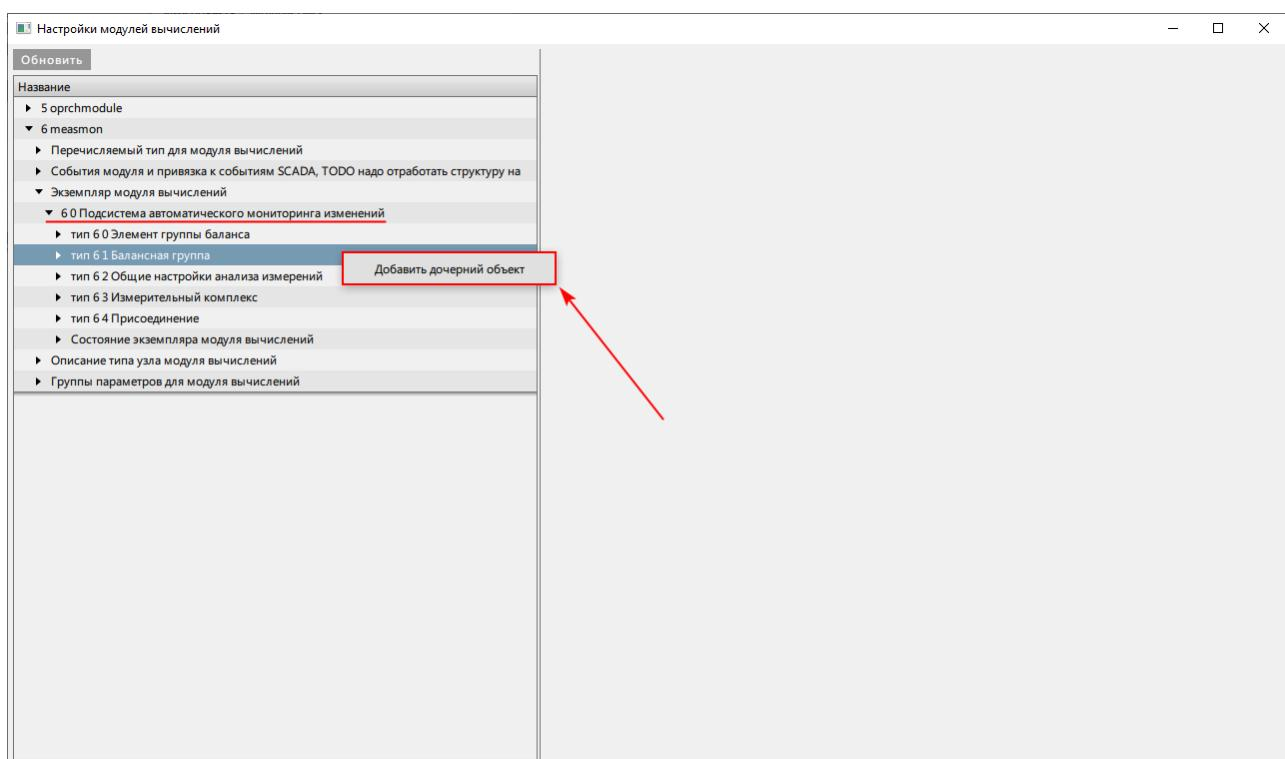

Рисунок 444 - Добавить дочерний объект
5. В узле экземпляра модуля вычислений нажмите ПКМ по **типу 6 1 Балансная группа** и выберите **Добавить дочерний объект** (Рисунок 444).